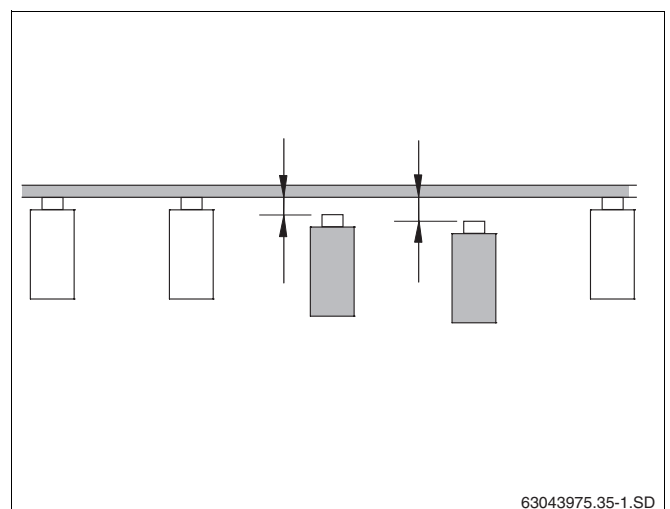

Fig. 12 Compensação de diferenças de nível dos caibros
- ▶ No caso de haver diferenças de nível entre caibros, estas deverão ser compensadas pelo instalador (fig. 12).